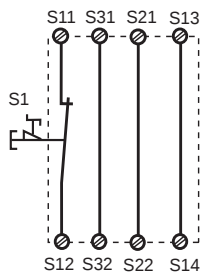
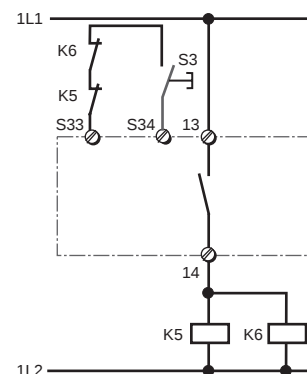

Fig. 2: Eingangskreis einkanalig, automat. Start/Single-channel input circuit, automatic reset/Commande par 1 canal, validation automatique
Fig. 10: wie Fig. 9 mit überwachtem Start/ Like Fig. 9 with monitored reset/comme Fig. 9 avec surveillance du poussoir de validation
In Fig. 2 ... Fig. 10 sind Anschlußbeispiele für NOT-AUS-Beschaltung mit automatischem und überwachtem Start, Schutztüransteuerungen sowie Kontaktvervielfachung durch externe Schütze.
- Fig. 2 und 7: **keine** Verbindung S33-S34
Beachten Sie bei Fig. 2 und 7: Das Gerät startet bei Spannungsausfall und -wiederkehr automatisch. Verhindern Sie einen unerwarteten Wiederanlauf durch externe Schaltungsmaßnahmen.
In Fig. 2 ...Fig. 10 are connection examples for Emergency Stop wiring with automatic and monitored reset. Safety gate controls as well as contact expansion via external contactors.
- Fig. 2 and 7: S33-S34 **not** connected
Please note for Fig. 2 and 7: the device starts automatically after loss of power. You should prevent an unintended start-up by using external circuitry measures.
Les figures 2 à 10 représentent les différents câblages possibles du PNOZ X3P à savoir : poussoir AU avec réarmement automatique ou auto-côntrolé, interrupteurs de position et augmentation du nombre des contacts de sécurité par contacteurs externes.
- Fig. 2 et 7: **pas** de câblage sur S33-S34
Dans le cas de la figure 2 et 7, l'appareil se réarme automatiquement après une coupure et une remise sous tension. Évitez tout risque de redémarrage par un câblage externe approprié.